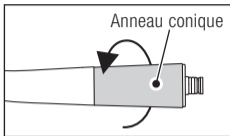

Fig. 42
- ➊ Dévissez et enlevez l'anneau conique à l'arrière de la pièce à main (Fig. 42).